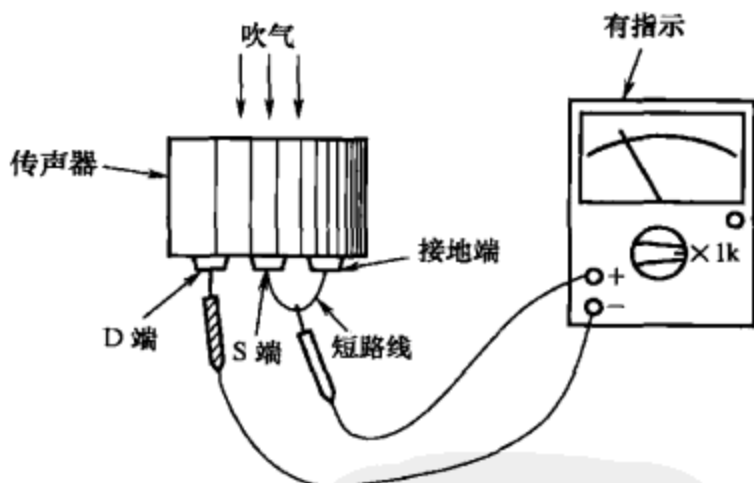

图 5-92
(2) 对于三端式驻极体传声器，万用表负表笔接传声器的 D 端，正表笔同时接传声器的 S 端和接地端，如图 5-92 所示，然后按相同方法吹气检测。